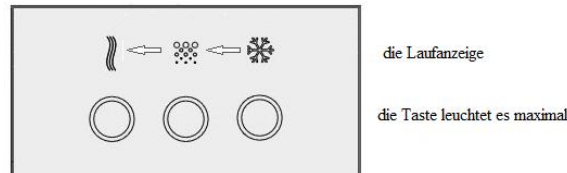

Abbildung Nr.21. Anzeigen von Gerät Service Betrieb »
- Service Betrieb (Siehe Abbildung Nr. 21.) – das ist der Arbeitsbetrieb für fachliche Bedürfnisse. Service des Geräts darf nur von fachlichen Spezialisten des autorisierten Services oder speziell ausgebildetem Personal gemacht werden.